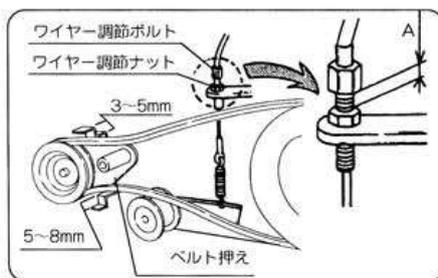

図36
- ① ワイヤー調整ナットを緩めてください。(図36)
- ② ワイヤー調整ボルトを上にしてA寸法を長くしてください。(図36)